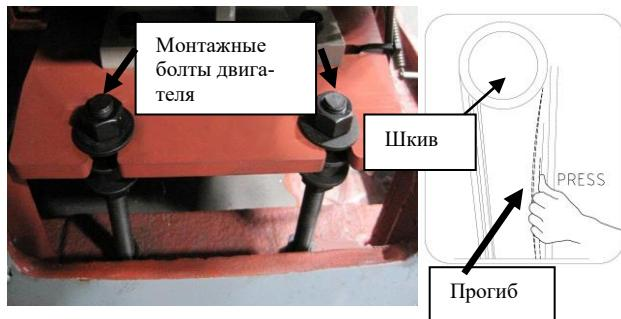

Рис. 98. Регулировка зубчатого ремня.
3. Отвинтите шестигранные гайки на монтажных болтах двигателя (Рис.98), сместите монтажную плиту двигателя вверх или вниз и отрегулируйте натяжение зубчатого ремня. При правильном натяжении, каждый ремень должен прогибаться приблизительно на 19 мм при сильном нажатии.